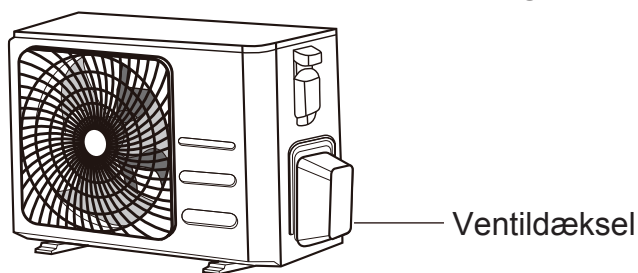

Fig. 6.9
1. Skru dækslet af den pakkede ventil på siden af udendørsenheden. (Se **Fig. 6.9**)